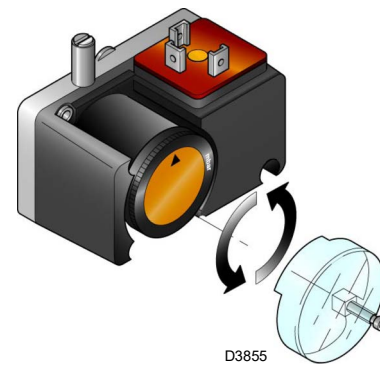

Abb. 32
- Den Druckwächter für die Dichtheitskontrolle (Kit PVP)(Abb. 32 auf Seite 33), falls vorhanden, gemäß den dem Kit beiliegenden Anweisungen einstellen.
Den Druckwächter für die Dichtheitskontrolle (Kit PVP) (Abb. 32) gemäß den dem Kit beiliegenden Anweisungen einstellen.